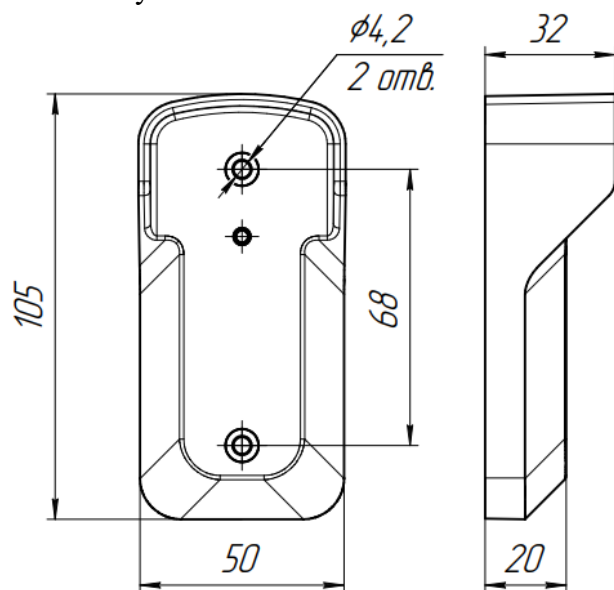

Рис.1 Габаритные размеры
2.1 Габаритные размеры: без козырька 105x50x20 мм, с козырьком 105x50x32 мм (см. рис.1,2)
5.1 Считыватель крепится винтами или саморезами на место монтажа, согласно рис.1